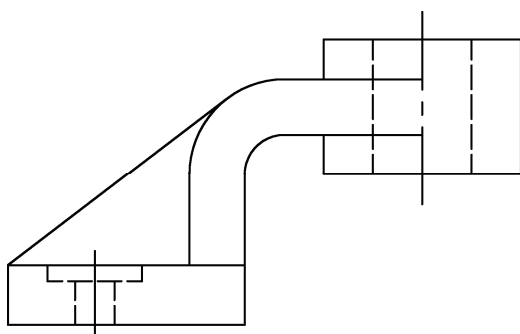

图 3-46 关联消隐
12) 执行“创建关联隐藏位置”命令 (amshide), 依照图示创建相关的虚线, 如图 3-46 所示。